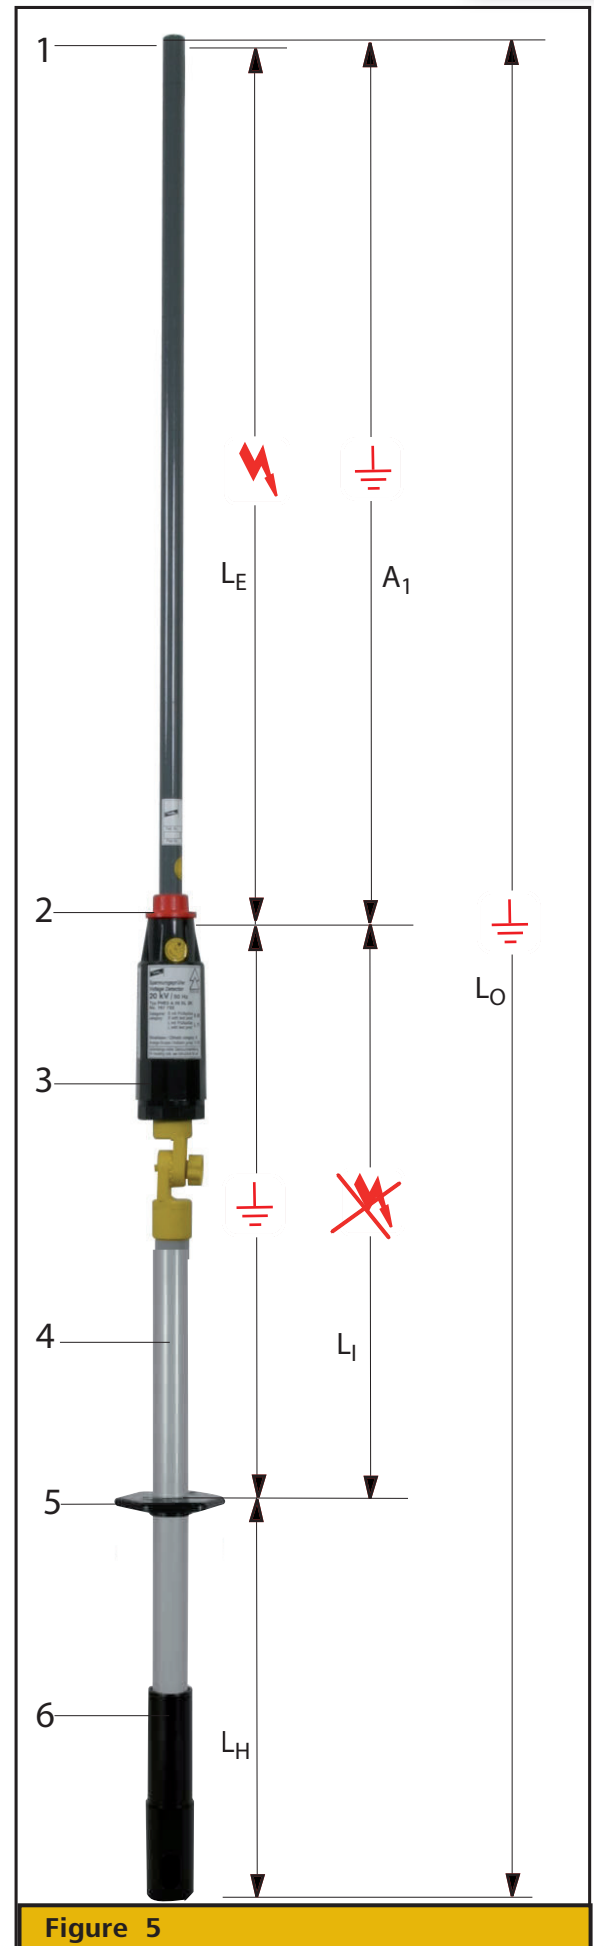

Figure 5
- Der modulare Spannungsprüfer PHE III darf im Bereich des Isolierteiles nur an geerdete Anlagenteile angelegt werden (siehe Bild 5)
- Der modulare Spannungsprüfer PHE III darf vom vorderen Ende (Kontaktelektrode) bis zum Roten Ring **(2)** auf spannungsführende und geerdete Anlagenteile angelegt werden (siehe Bild 5).
- Der modulare Spannungsprüfer PHE III darf im gesamten Bereich an geerdete Anlagenteile angelegt werden (siehe Bild 5).